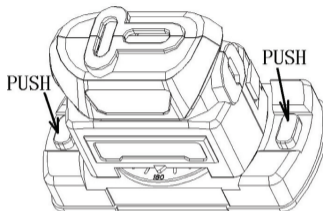

Fig. 4
3. Зафиксируйте прибор. Если вы применяете прибор на мягкой поверхности, используйте металлические скобы (рис.4).